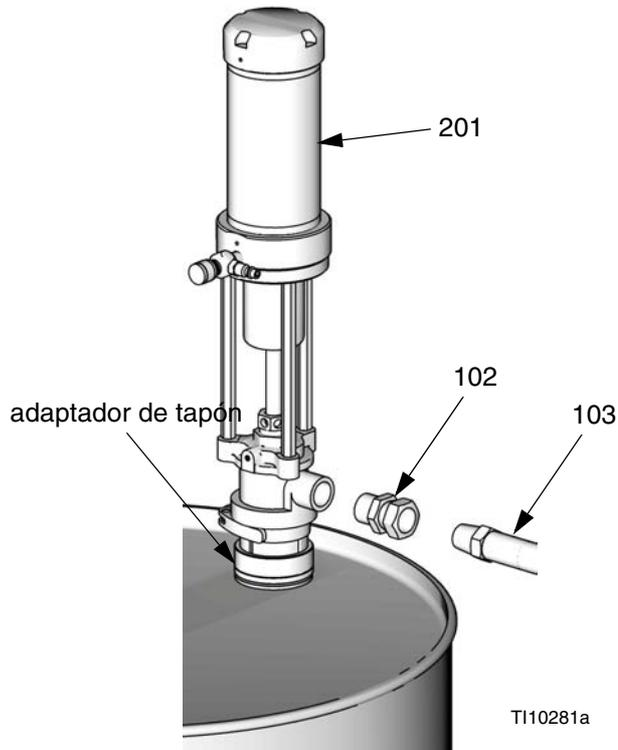

FIG. 2. Kit 2:1 estándar
4. Instale el accesorio giratorio (102) en la salida de fluido de la bomba. Vea la FIG. 2.